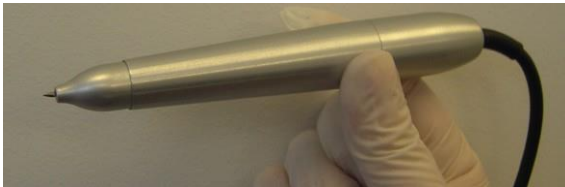

Figura 3-74. Pieza manual de incisión montada
8. Verifique que la pieza manual esté bien instalada, como se muestra en la Figura 3-74.